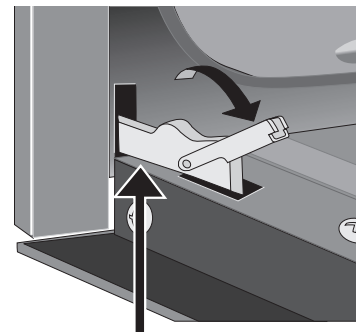

Figure 23: Déverrouillez les charnières pour retirer
2. Abaissez complètement les verrous des charnières de gauche et de droite du cadre du four vers la porte du four (Figure 23). Vous pourriez avoir besoin d'un petit tournevis à tête plate.